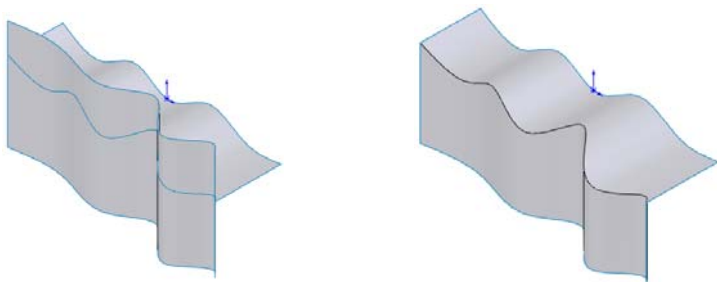

图 6-60 剪裁效果
- 06** 单击按钮，完成曲面的剪裁，如图 6-60 所示。